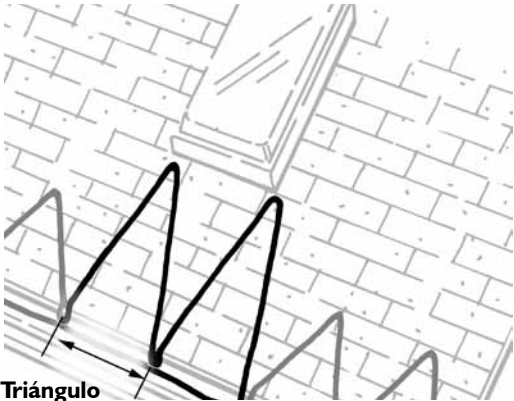

Figura 5. Diseño de los triángulos cerca de un tragaluz
• **Diseño para los tragaluzes:** Las zonas de tragaluzes con problemas son tratadas también con el “diseño de triángulos.” Sin embargo, la altura de los triángulos debe ser mayor que la de los del alero del techo. Aumente la altura de los triángulos hasta llegar a una línea de tejas (5 1/2 pulgadas [15 cm]) por debajo del tragaluz. La base se mantiene en 15 pulgadas (38 cm) (Véase la Figura 5).